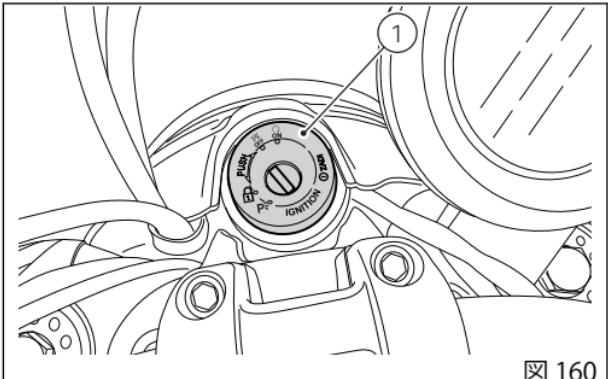

図 160
イグニッションキーを(1、図160)の位置に回します。インストルメントパネルの緑のランプN(A)と赤のランプ P^1 (B)が点灯していることを確認してください。